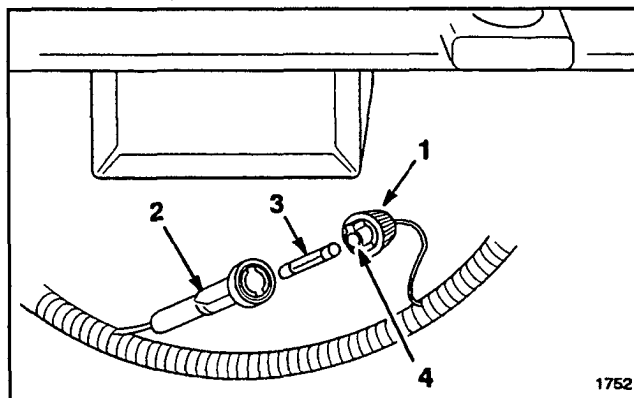

Abbildung 26
1. Die beiden Hälften der Sicherungshalterung gegeneinander drücken. Die Kappe der Sicherungshalterung drehen und die Sicherungshalterung öffnen (Abb. 26).